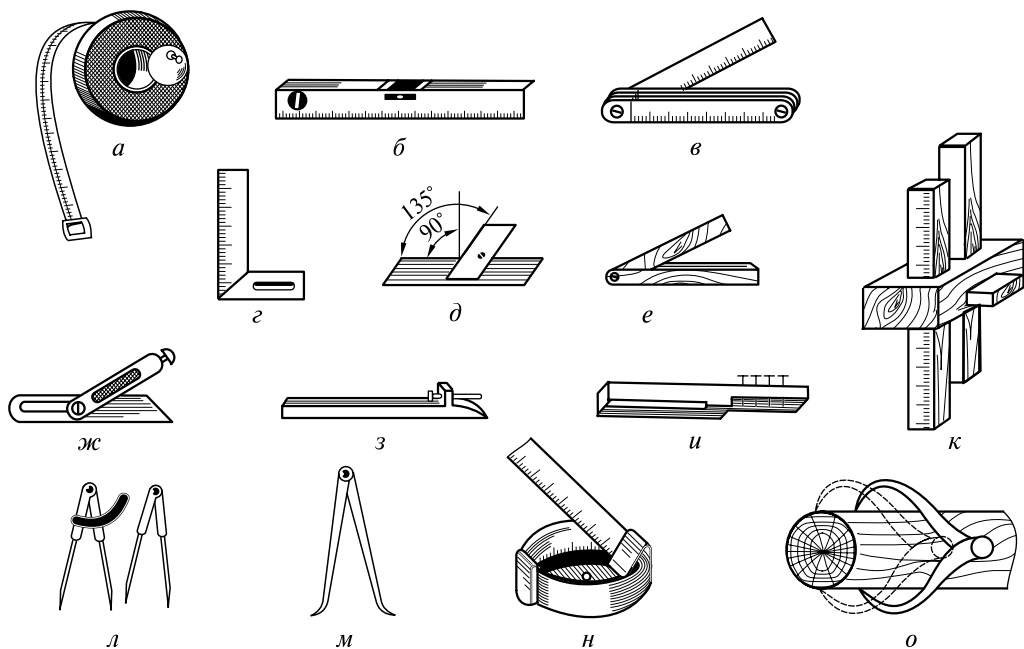

Рис. 1.3. Инструменты для разметки
5. Какие инструменты для разметки досок и заготовок показаны на рис. 1.3?